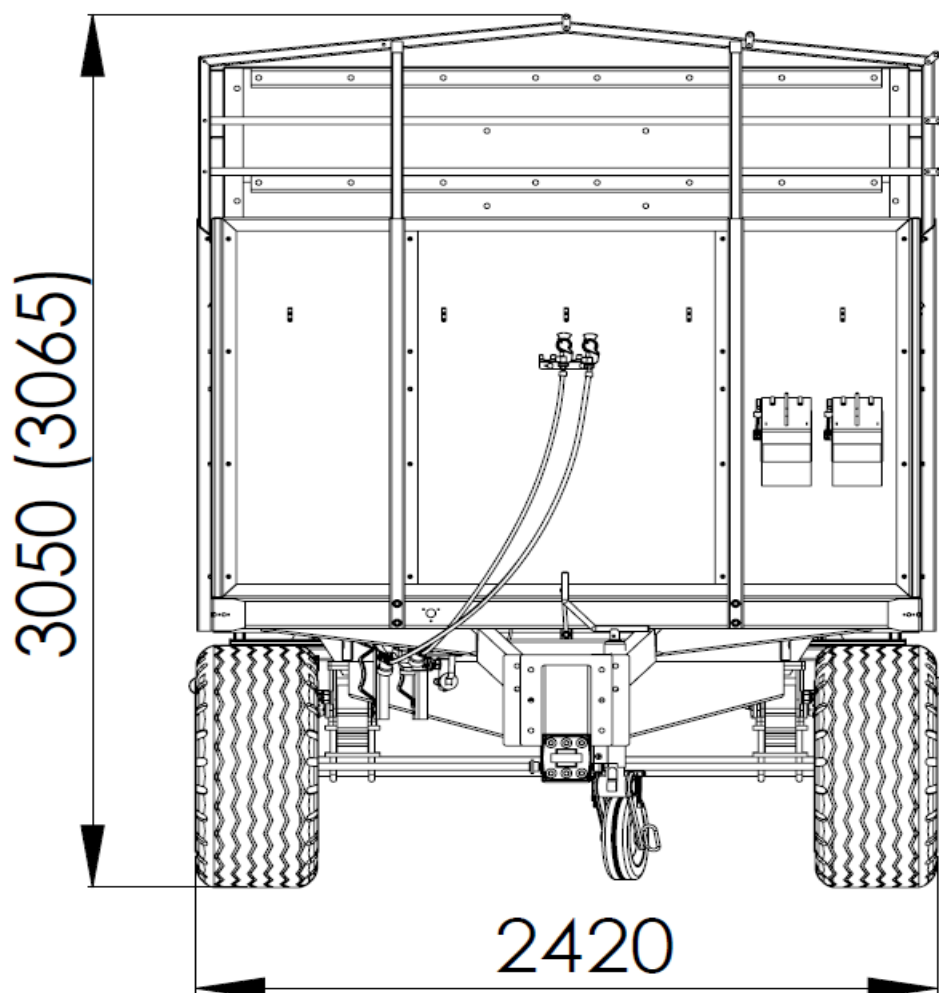

Rys. 2. Przyczepa T-678 (widok z boku).
- Przyczepę zabezpieczyć klinami (poz. 6 rys. 2) przed samoczynnym przetoczeniem się.
Oś jezdna jest wykonana z pręta kwadratowego zakończonych czopami, na których na łożyskach stożkowych osadzone są piasty kół jezdnych. Są to koła pojedyncze wyposażone w hamulce szczękowe uruchamiane mechanicznymi rozpieraczami krzywkowymi. W przedniej części ramy znajduje się przestawiany dyszel (poz. 2 rys. 2) oraz podpora (poz. 3 rys. 2). Warianty mocowania dyszla przedstawiono na rys. 2.